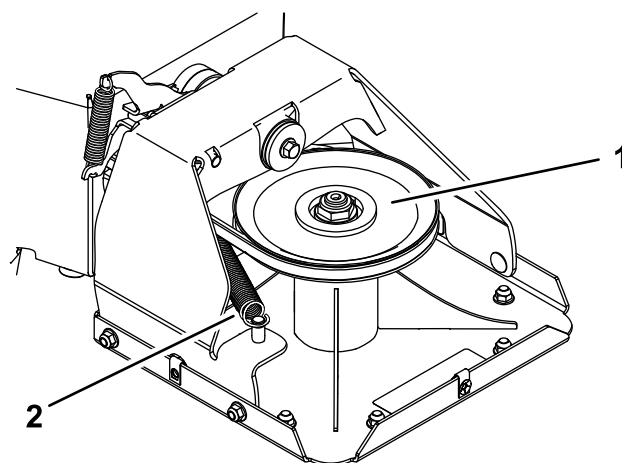
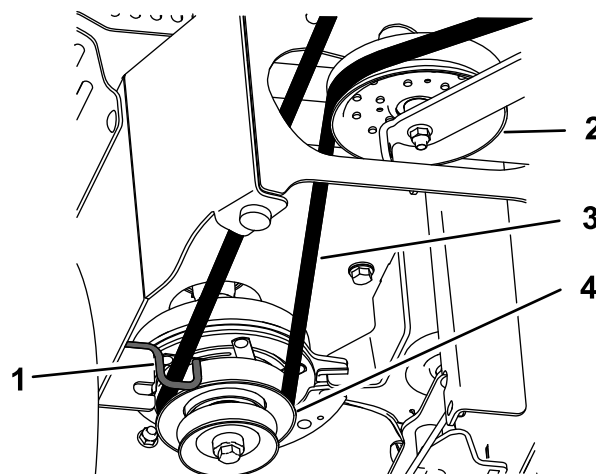

Figura 32
Figura 33
7. Desconecte el muelle de extensión (Figura 32).
9. Pase la correa nueva alrededor de la polea del embrague, a través de la guía de la correa, por la polea tensora, y alrededor de la polea de la carcasa (Figura 32 y Figura 33).
10. Instale el muelle de extensión (Figura 32).